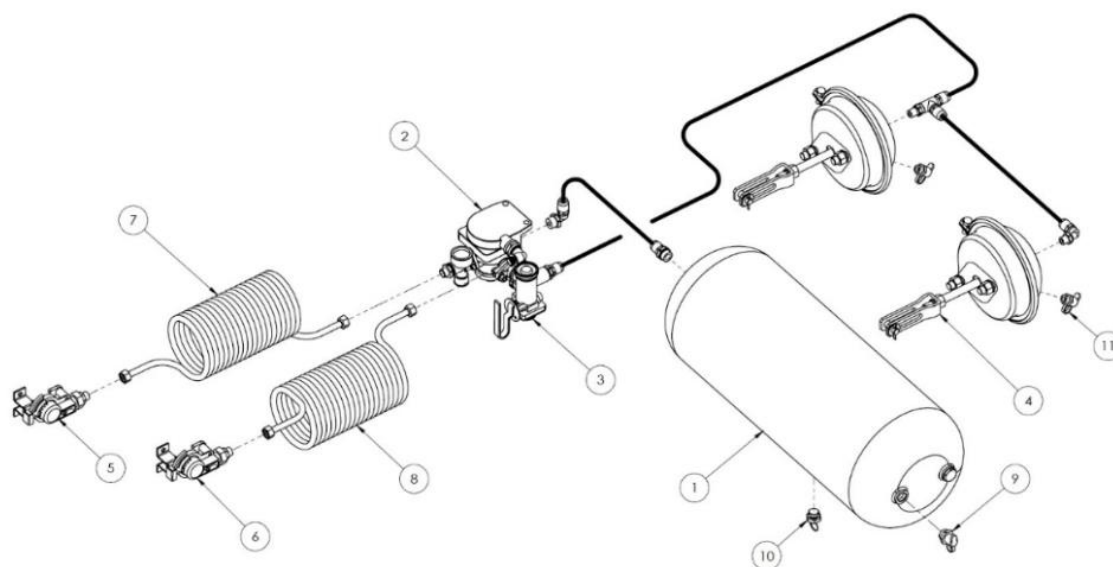

Рисунок 7. Двухпроводная пневматическая тормозная система
- двухпроводная пневматическая система (рисунок 7),